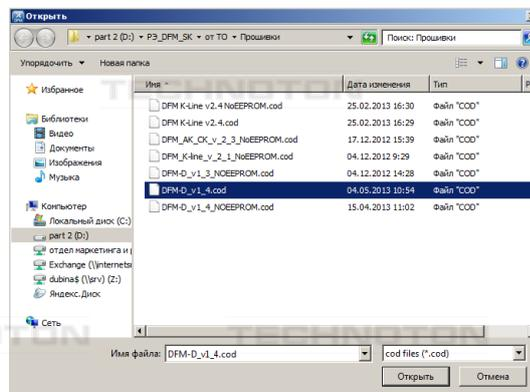

Рисунок 57 — Открытие файла прошивки
- 2) В окне Открыть (см. рисунок 57) выбрать на диске ПК или съемном носителе файл прошивки (\*.cod).
- 6) В появившемся окне (см. рисунок 57) выбрать файл прошивки (\*.cod). Нажатием кнопки , запустить операцию обновления прошивки расходомера.